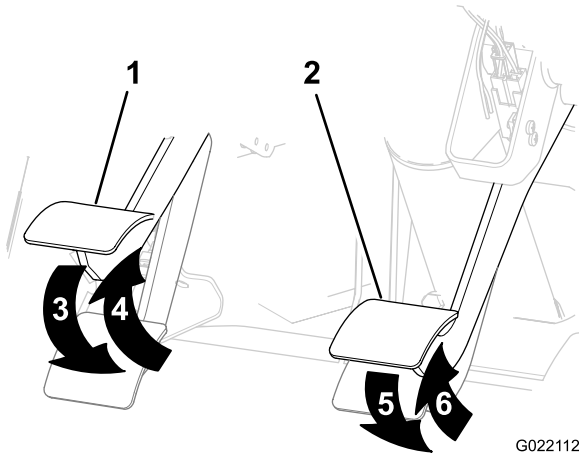

図 18
- A. クラッチペダルを一杯に踏み込む（図 18）。
- B. クラッチペダルから足を離す（図 18）。
- A. ブレーキペダルを踏み込む（図 18）。
- B. ブレーキペダルから足を離す（図 18）。